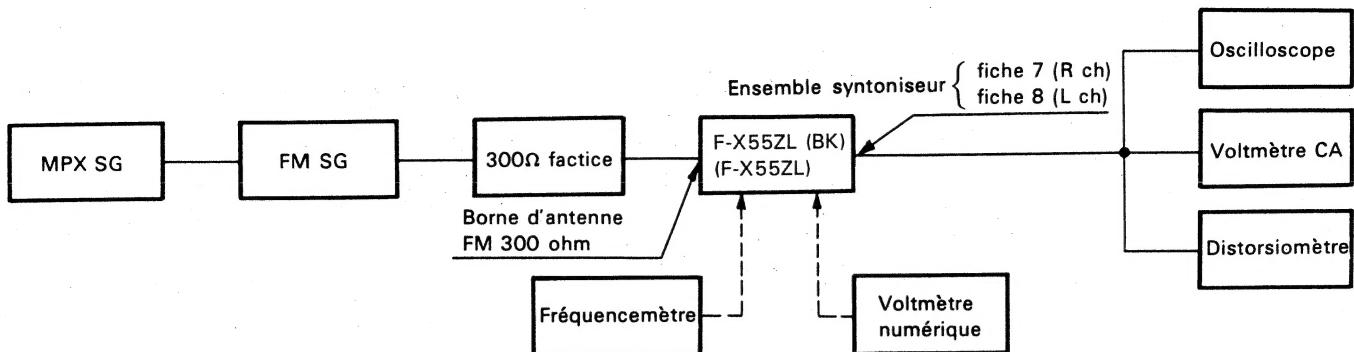

Fig. 12-1 Diagramme de raccordement de réglage MF
- Conecte como es indicado en la Fig. 12-1.